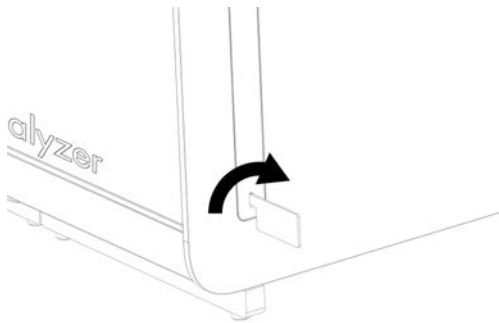

Figure 15. Retrait des couvercles de protection.
3. Retirez les couvercles de protection du côté du module analytique à l'aide de l'outil de retrait du couvercle de protection fourni avec le QIAstat-Dx Analyzer 1.0 (figure 15).